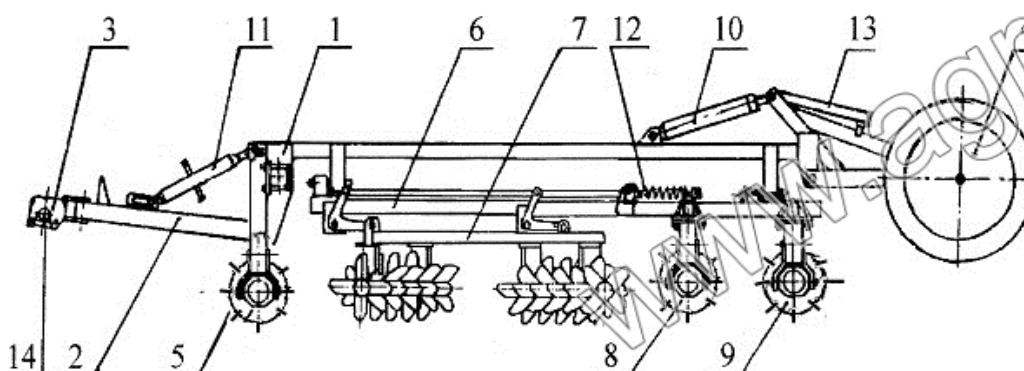

Рисунок 1 – Структурная схема АКШ – 3,6 – 02
Агрегат АКШ-3,6-02 в соответствии с рисунком 1 является полунавесной машиной с секционным расположением почвообрабатывающих рабочих органов . Она состоит из несущей рамы 1, снизы2, прицепного устройства 3, колесного хода 4, двух передних катков 5, двух секций с рабочими органами и гидросистемы 10 (см. рис.1). На раме секции
При транспортных переездах агрегата с трактором выдвинутый из гидроцилиндра шток зафиксировать упором 13 (рис.1).
5.7 Приподнять с니цу 2 (рис.1) грузоподъемным средством и соединить талреп с кронштейном рамы несущей 1.